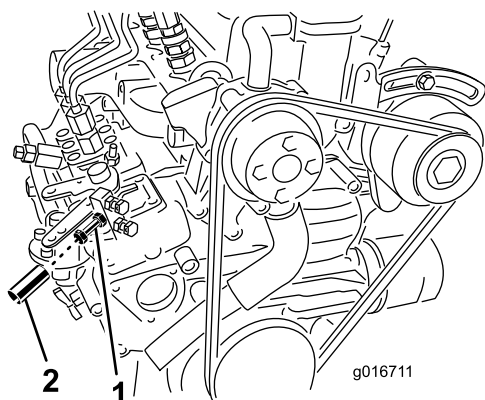

Figura 5
3. Utilizzando un tachimetro e la vite di regolazione dell'acceleratore sul motore (Figura 5), impostate la velocità del motore a un massimo di 3.200 giri/min, poi serrate il controdado sulla vite di regolazione.
5. Fate scorrere un tubo di alluminio sulla vite di regolazione dell'acceleratore e il controdado (Figura 5) e crimpatelo sopra la vite, in modo che la vite non possa essere regolata nuovamente.